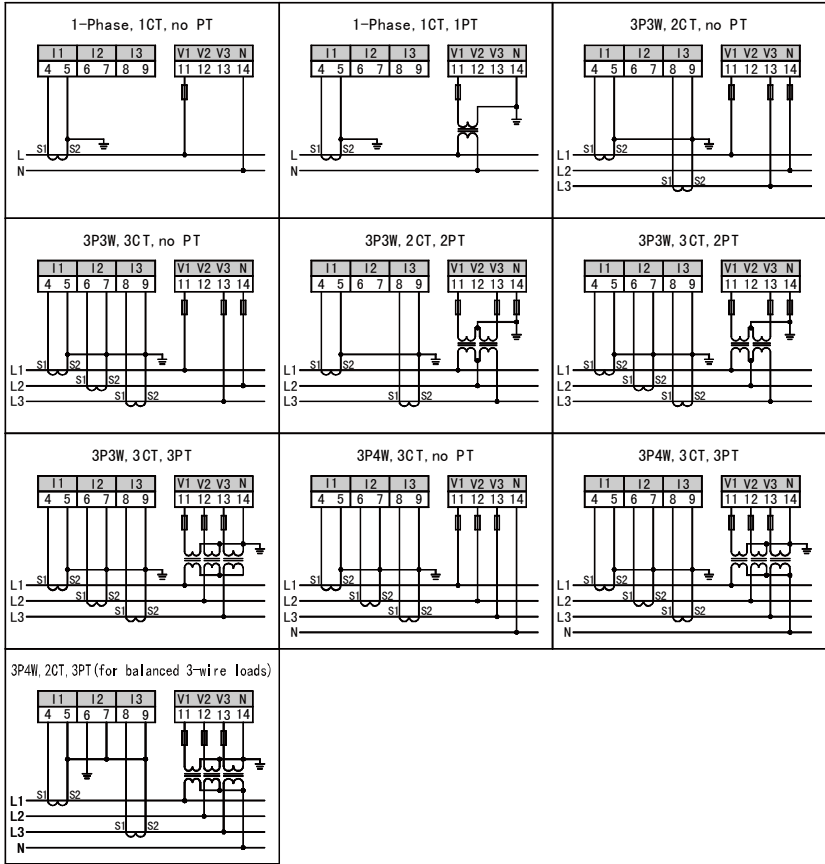

图 3-4 接线图
3. 三相三线信号输入接法：在三相三线网络中 B 相电流不需连接， U_b 接 14 号端子，其具体接线请参考图 3.4 接线图。